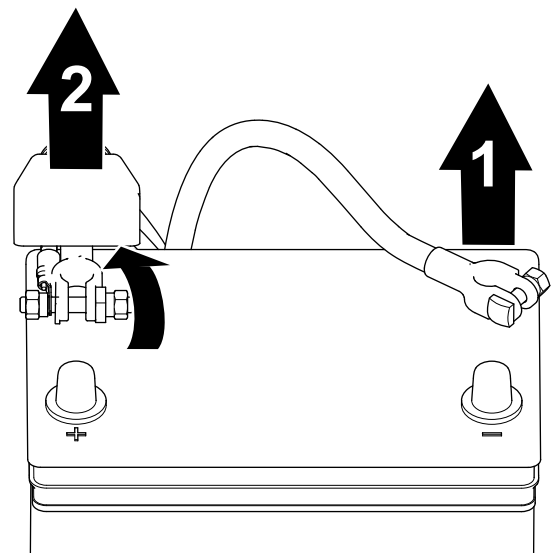

Figura 43
1. Retire el cable negativo del borne de la batería (Figura 43).
2. Eleve el aislante y retire el cable positivo de la batería del borne de la batería (Figura 43).